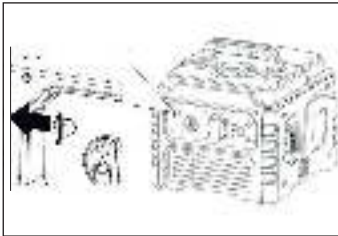

Рис. 9
- Переведите клавишу выключателя зажигания в положение «ВЫКЛ» (Рис. 9).